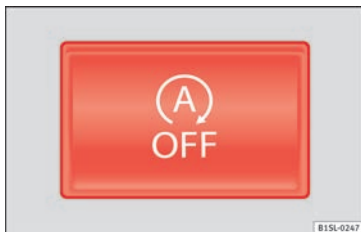

Fig. 93 Na parte superior da consola central: botão do sistema Start/Stop.
- Pressione o botão  que se encontra na consola central » **Fig. 93..**